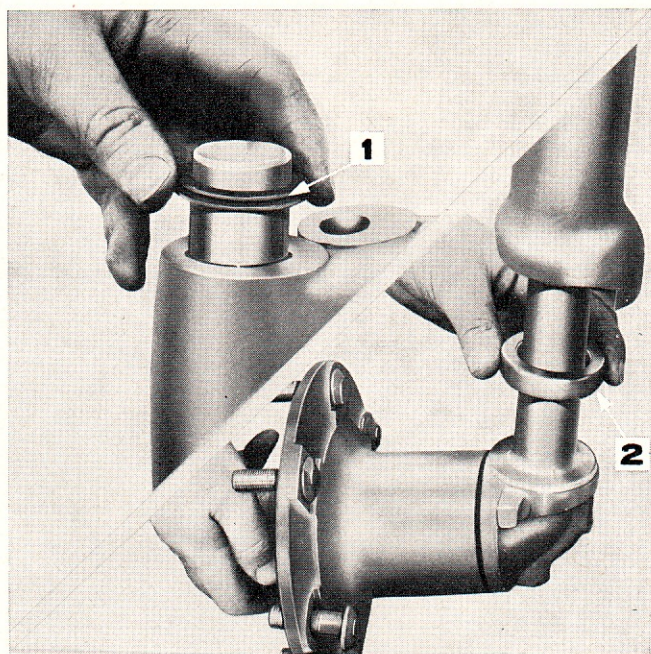

Figure 3: Pose de la fusée
1. Graisser la butée et la poser sur l'axe de la fusée. S'assurer que le blindage est tourné vers le haut. Ceci est indiqué par la marque de fabrique estampillée sur cette face, et, parfois, par le mot "Top", Figure 3.
3. Poser un nouveau joint cache-poussière sur l'axe de la fusée, la rainure dans la périphérie étant plus proche de la base, figure 3.